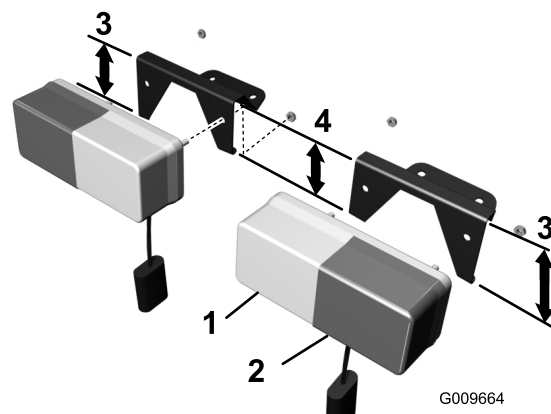

図 5
2. 方向指示器ブラケット（左用と右用）を探し出す。ブラケットの左右の別は、フェースプレート（角度と支持脚の方向（長い脚が外側になる）で区別することができる（図 5）。
3. 各方向指示器をそれぞれのブラケットに、オレンジ色ランプ（ウインカー）が外側になるようにセットする（図 5）。